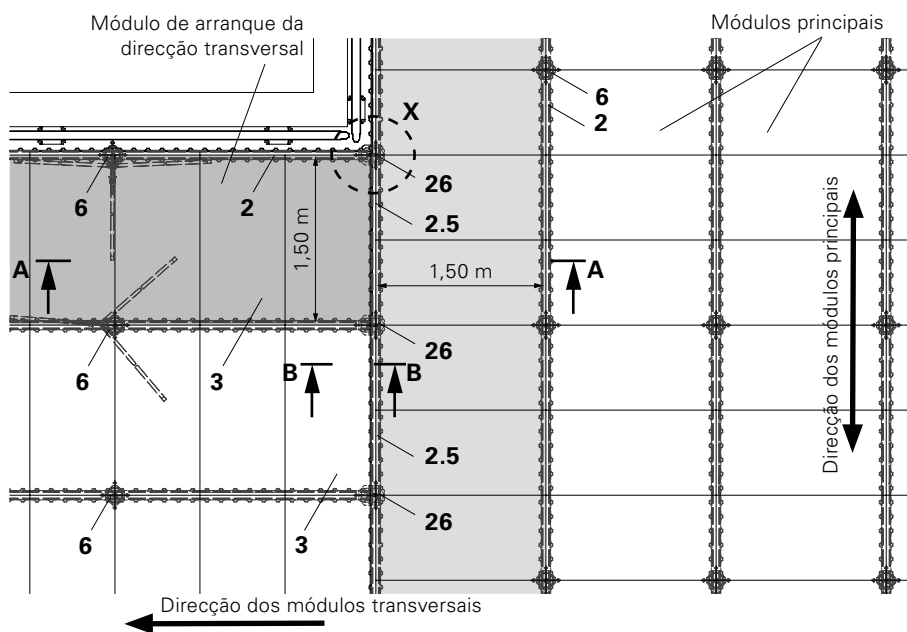

Fig. A10.02
Vista geral (Fig. A10.02)
1. Instalar o prumo de laje com cabeçal SDSK (26) com um afastamento de 1,50 m e aprumar com tripés.
2. Montar a viga principal SLT 150 (2.5) em vez da SLT 225. (Fig. A10.02 + A10.02a)
3. Continuar a montagem na direcção do módulo transversal com prumos de laje, cabeçal de apoio SSK (6) e vigas principais SLT (2): ver Secção A4 Cofragem. (Fig. A10.02 + A10.03) Estabilizar os prumos com tripés.
4. Instalar os painéis SDP 150 x 75 (3) na direcção do módulo transversal. (Fig. A10.02)